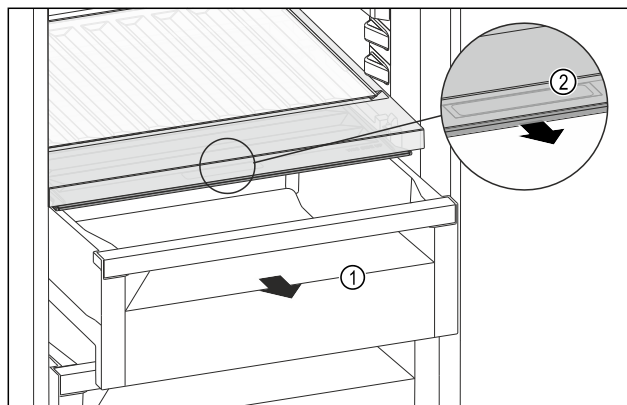

Fig. 189
- Dra ut utdragslådan Fig. 189 (1).
- Ta tag i fördjupningen Fig. 189 (2) på facklocket och dra samtidigt facklocket framåt.